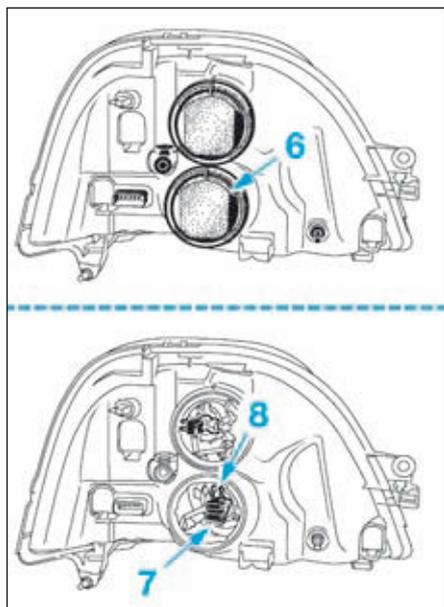

FIG.72
- Déposer le cache en plastique (6) (Fig.72).
- Débrancher la connexion électrique (7).
- Déclipper l'agrafe de maintien (8) puis déposer l'ampoule.